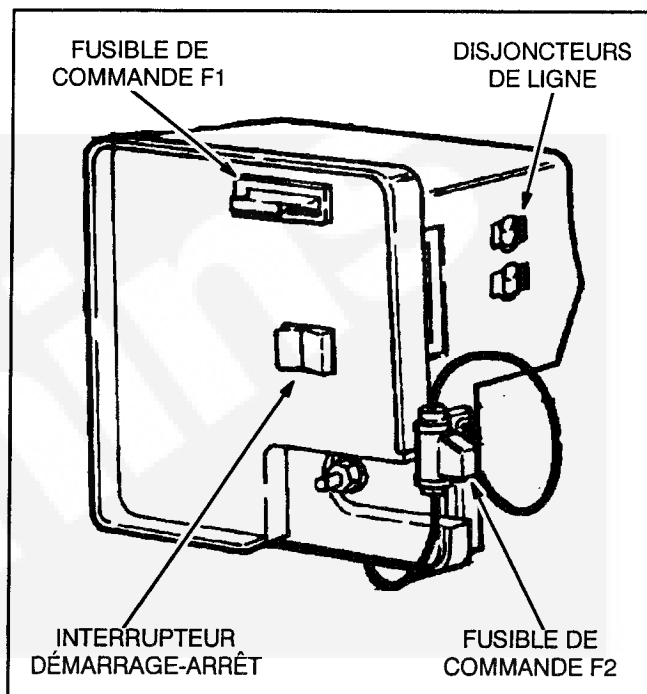

FIGURE 3. TABLEAU DE COMMANDE
Le tableau de commande du groupe électrogène (Figure 3) et sa boîte comportent les éléments suivants :
2. Appuyer sur l'interrupteur START (démarrage) (Figure 3) du groupe ou de la commande à distance et le maintenir enfoncé jusqu'à ce que le groupe démarre. (L'interrupteur START de la commande à distance à l'intérieur du véhicule doit comporter un témoin qui s'allume pour indiquer que le groupe a démarré et est en marche.)